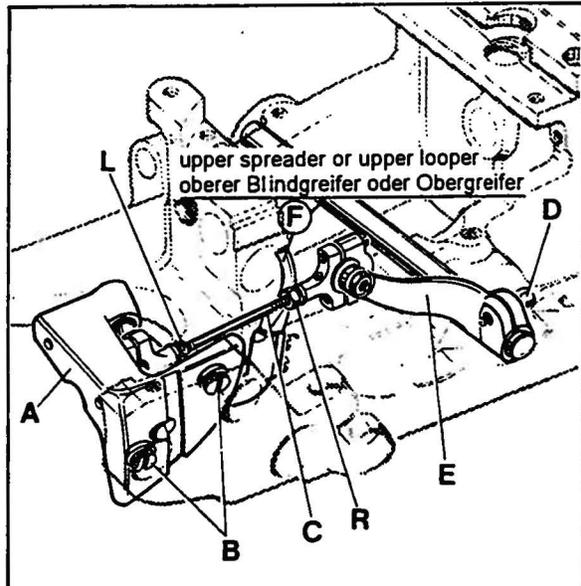

Fig. 12
HINT: In case the adjusting possibility of the spreader by means of the two offset flats on the spreader shank is not sufficient, additionally the complete bearing (A, Fig. 12) can be moved slightly up or down when loosening screws (B). Retighten screws.
If an adjustment is necessary, loosen nuts (L and R, Fig. 12) and turn connecting rod (C) forward or backward as required to obtain the required position.
HINWEIS: Sollte die Einstellmöglichkeit des Blindgreifers mit Hilfe der beiden versetzten Befestigungsflächen am Greiferschaft nicht ausreichen, kann, nach Lösen der beiden Schrauben (B, Fig. 12) zusätzlich das ganze Lager (A) etwas nach oben oder unten verschoben werden. Ziehen Sie die beiden Schrauben wieder an.
Wenn eine Einstellung notwendig ist lösen Sie die Muttern (L und R, Fig. 12) und drehen die Verbindungsstange (C) vor oder zurück bis die erforderliche Stellung erreicht ist.
If required loosen clamp screw (D, Fig. 12) in the drive lever (E) and set the lever so that the upper spreader (F) clears at all points. Retighten clamp screw.
After this setting recheck the position of the upper spreader to the needle, as described above. Reset with connecting rod (C, Fig. 12) if required and tighten nuts (L and R).
HINT: In case the adjusting possibility of the upper looper as described is not sufficient, additionally the bearing (A, Fig. 12) can be moved slightly up or down when loosening the two screws (B). Retighten screws.
Bei Bedarf lösen Sie die Klemmschraube (D, Fig. 12) im Antriebshebel (E) und stellen den Hebel so, daß der obere Blindgreifer (F) an allen Stellen freigeht. Ziehen Sie die Klemmschraube wieder an.
Prüfen Sie nach dieser Einstellung nochmal die Stellung des oberen Blindgreifers zur Nadel, wie oben beschrieben. Stellen Sie bei Bedarf mit der Verbindungsstange (C, Fig. 12) nach und ziehen Sie die Muttern (L und R) an.
HINWEIS: Sollte die Einstellmöglichkeit des Obergreifers wie beschrieben nicht ausreichen, kann, nach Lösen der beiden Schrauben (B, Fig. 12), zusätzlich das ganze Lager (A) etwas nach oben oder unten verschoben werden. Ziehen Sie die Schrauben wieder an.
If required loosen clamp screw (D, Fig. 12) in the drive lever (E) and set the lever so that the upper looper (F) clears at all points. Retighten clamp screw.
After this setting recheck the position of the spreader to the needle, as described above. Reset with connecting rod (C, Fig. 12) if required and tighten nuts (L and R).
Bei Bedarf lösen Sie die Klemmschraube (D, Fig. 12) im Antriebshebel (E) und stellen den Hebel so, daß der Obergreifer (F) an allen Stellen freigeht. Ziehen Sie die Klemmschraube wieder an.
Prüfen Sie nach dieser Einstellung nochmal die Stellung des Blindgreifers zur Nadel, wie oben beschrieben. Stellen Sie bei Bedarf mit der Verbindungsstange (C, Fig. 12) nach und ziehen Sie die Muttern (L und R) an.